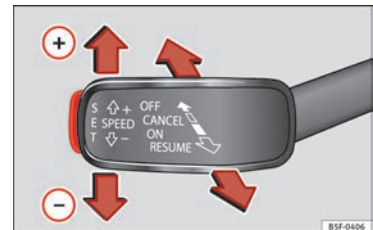

Abb. 49 Siehe Einbauort auf S. 9-10
- GRA einschalten: dritten Hebel in Stellung ON » Abb. 49 bringen. System wird eingeschaltet, jedoch erfolgt noch keine Regelung, da noch keine Geschwindigkeit gespeichert ist.
- GRA aktivieren: Drücken Sie die Taste SET » Abb. 49. Die aktuelle Geschwindigkeit wird gespeichert und geregelt.
- GRA vorübergehend abschalten: Den Hebel in die Stellung CANCEL » Abb. 49 bringen und loslassen oder das Bremspedal betätigen. Regelung wird vorübergehend abgeschaltet.
- GRA wieder einschalten: Den Hebel in die Stellung RESUME » Abb. 49 bringen und loslassen. Die gespeicherte Geschwindigkeit wird erneut gespeichert und eingestellt.
- GRA abschalten: Den dritten Hebel in die Stellung » Abb. 49 auf OFF bringen. Das System wird abgeschaltet und die gespeicherte Geschwindigkeit gelöscht.